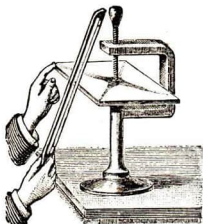

Abb. 204. Chladnische Klangfiguren
2. Glocken und Trommeln sind Platten, die durch Anschlagen zum Schwingen (= Tönen) gebracht werden. Ihr Verhalten beim Schwingen studiert man an Glasplatten, die in geeigneter Weise festgehalten werden (Abb. 204).